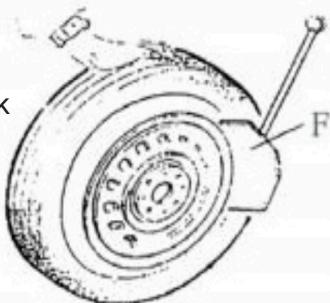

Fig 5
Kontrollera att det inte finns luft i däcket. Sätt däcket emot gummikudden (S). Tryck klinchpressen (F) mot klinchen på ca 10 mm från fälgens kant (Bild 5). Tryck på pedalen av klinchpressen (U) för att trycka pressen på däcket. Repetera detsamma på flera punkter av däcket på båda sidor för att få loss klinchen från fälgen.